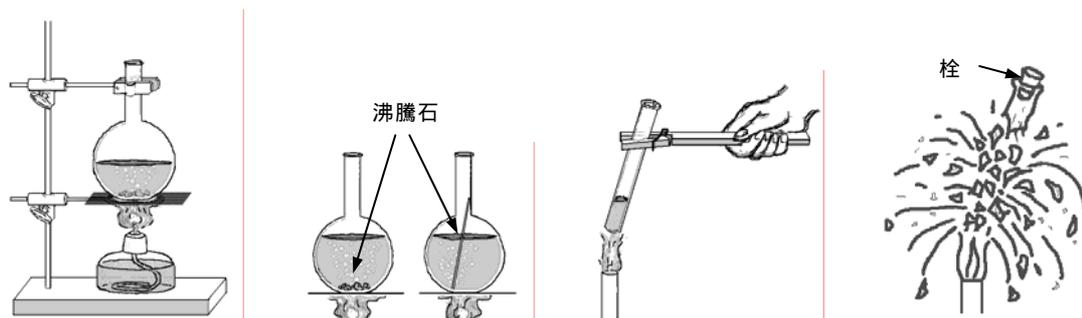

図 25 加熱時の操作 1
- (イ) 背の高い(重心の高い)容器を加熱するときは、必ず鉄製スタンドに固定する。(図 25)
- (ウ) 容器に入れる液体の量は、3～4分目程度とし、多くても6分目を限度とする。沸騰させるときは、突沸を防ぐために、事前に必ず沸騰石を入れておく。(図 25)
- (エ) 小さな容器はすぐに熱くなる。試験管を加熱する際は、必ず試験管ばさみを使う。(図 25)
- (オ) 容器を加熱するときは、容器中の気体が膨張して容器が破裂することがあるため、絶対に栓をしない。(図 25)